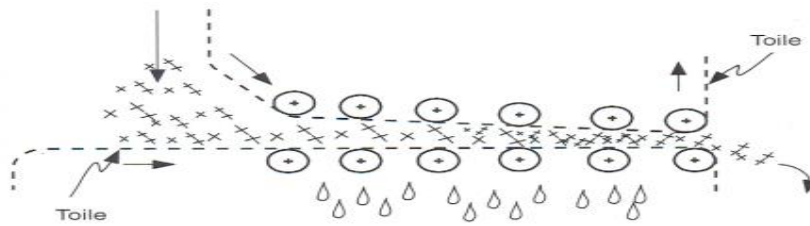

Figure 6 : Presse à bandes
-Les presses à bandes (figure 6) utilisent, elles, des rouleaux et des bandes textiles ou métalliques et fonctionnent à basse pression comme les presses des machines de papeterie. Elles sont employées pour les boues de traitement des eaux ainsi que pour divers déchets des IAA.